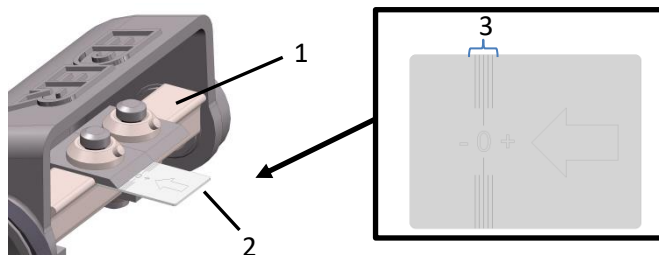

Fig. 5: Still inn kniven
- > Skyv innstillingsmalen (2 – fig. 5) i pilens retning under kniven frem til barkingsvalsen (1 – fig. 5).
OBS: Knivens barkingskant skal befinne seg i det markerte området (3 – fig. 5).